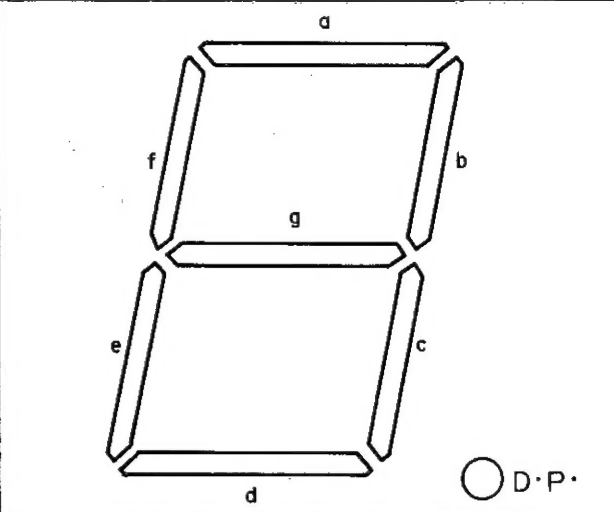

Abbildung 16
• **Bei UKW-Empfang** (Siehe Abbildung 16 und 17.) Bei Einstellung eines UKW-Senders wird das Potential am Stift ⑩ oder ⑪ des CNS603 niederpegelig und dasjenige am Stift ⑫ hochpegelig, so daß die Potentiale an den Stiften ⑤ und ⑫ des IC801 jeweils nieder- und hochpegelig werden (das Potential am Stift ⑫ des IC805 wird hochpegelig). Dadurch wird IC805 auf die UKW-Betriebsart eingestellt und gleichzeitig Q806 aus- bzw. Q805 eingeschaltet. Auf diese Weise wird durch Q805 eine konstante Spannung Vcc (+B) erzeugt und dem Stift ⑧ des IC809 zugeleitet. Das vom UKW-Empfangsoszillator kommende Signal wird durch den Stift ② des CNS803/CNP803 zum Einschalten des Q807 geleitet, dann zum Stift ⑦ des IC809 weitergeleitet, wo dessen Frequenz durch ein Hundertstel (1/100) geteilt und über R835 und C802 zum Stift ⑥ (Fin) des IC805 geleitet wird. Hier wird es wiederum um 10,7 MHz reduziert. Die sich ergebende Frequenz wird durch die Leuchtdioden LED812 bis LED815 als abgestimmte Frequenz angezeigt. Bei Einstellung des IC805 auf die UKW-Betriebsart wird das Potential an dessen Stift ⑤ hochpegelig, wobei die Segmente (oder Stifte) "a", "c", "d" und "f" (oder ⑩, ⑧, ⑤ und ②) der Leuchtdiode LED816 aufleuchten; auch der Stift ⑦ (D.P.) der Leuchtdiode LED814 und die MHz-Belichtungslampe (PL803) leuchten auf. In diesem Zusammenhang ist zu beachten, daß die Frequenzanzeige des IC805 Bruchteile der Einheit 10 kHz entweder als "0" oder "5" anzeigt, je nachdem der Zahlenwert weniger als 2 oder mehr als 3 beträgt. Ist das Potential am Stift ④ (0/5) des IC805 hochpegelig, wird "0" angezeigt; bei niederpegeligem Potential am Stift ④ wird "5" angezeigt. In der Annahme, daß das Potential am Stift ④ des IC805 niederpegelig gehalten wird, ist das Potential am Stift ⑬ des IC804 hochpegelig, so daß die Segmente "e" und "b" (in Abbildung 16) nicht aufleuchten können. Da zwei Umkehrstufen über den Stift ④ des IC805 an den Stift ⑮ des IC804 angeschlossen sind, kann das Segment "g" aufleuchten. Da das Potential am Stift ⑤ des IC805 in der UKW-Betriebsart hochpegelig bleibt, wird das Potential am Stift ⑮ des IC804 niederpegelig, so daß die Segmente "a", "b", "d" und "c" aufleuchten können, das heißt, die Segmente "g", "a", "f", "d" und "c" leuchten jetzt als Ganzes auf, um die Zahl "5" darzustellen. Die Zahl "0" wird auf dieselbe Weise angezeigt.
• **Aufnahme-/Wiedergabepegel-Anzeigekreis** Beim Modell RS-1288H findet ein 12-Punkt-Leuchtdioden-Anzeigesystem anstelle der herkömmlichen Pegelanzeige (VU-Meter) für diesen Anzeigekreis Anwendung. In der Annahme, daß das Gerät auf die Wiedergabe-Betriebsart eingestellt ist, wird eine Gleichspannung über die Verstärkereinheit dem CNS403 zugeleitet. Sie wird dann den Stiften ⑮ (Vin) des IC807 und IC806 weitergeleitet, so daß beide genauso wie der IC808 funktionieren können. (Wie schon vorher erwähnt, wird das Potential an den Ausgangsstiften ⑥, ⑦, ⑧, ① und ② des IC808 je nach Stärke der dem